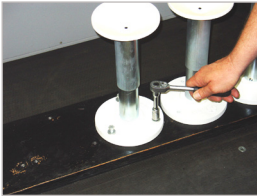

Figure 3
- ▶ Vissez à la main les vis avec les rondelles et serrez-les avec la clé (*Figure 3*).